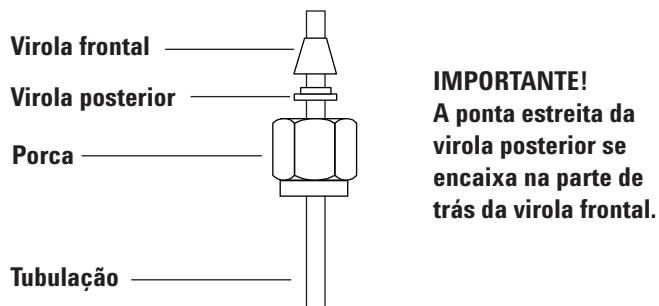

Figura 9 Porcas e virolas Swagelok
- 1** Coloque uma porca Swagelok, a virola anterior e a posterior na tubulação como mostrado na Figura 9.